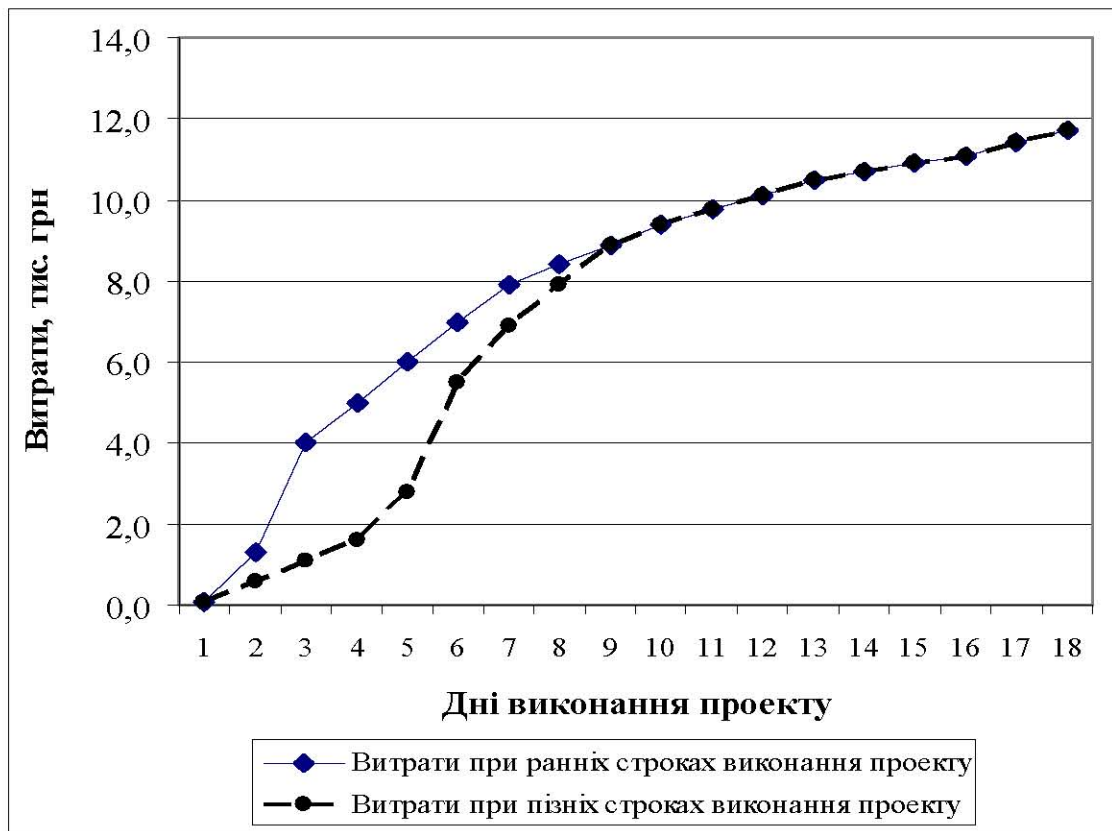

Рисунок 3.6 – Графіки бюджету для ранніх і пізніх строків виконання проекту
2.3 Будуємо графіки бюджету (наростаючим підсумком) для ранніх і пізніх строків виконання проекту (рис. 3.6).